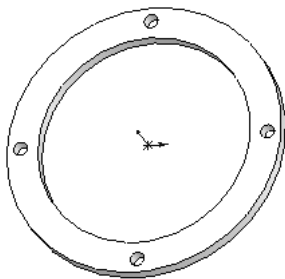

图 3-31 拉伸实体
⑦ 拉伸实体。单击“特征”控制面板中的“拉伸凸台/基体”按钮, 在弹出的“凸台-拉伸”属性管理器中设置拉伸的终止条件为“给定深度”, 在“深度”文本框中输入 10, 其他选项保持系统默认设置, 单击“确定”按钮, 完成法兰的创建, 如图 3-31 所示。